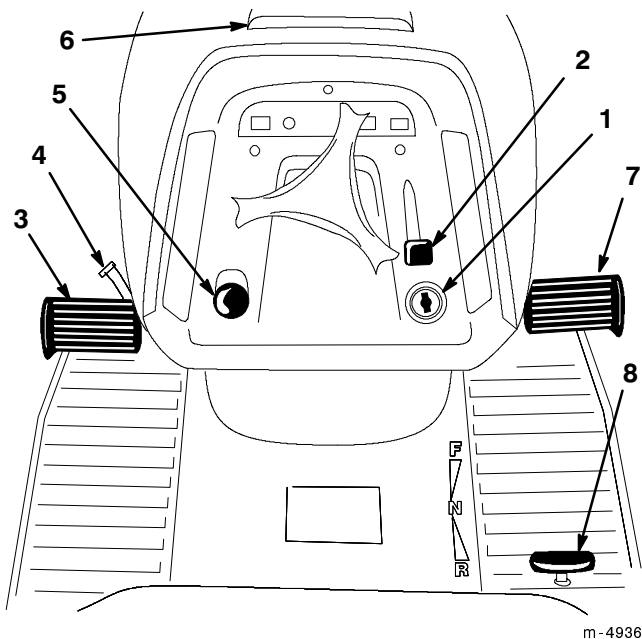

Figure 1
Avant de mettre le moteur en marche et d'utiliser la machine, familiarisez-vous avec toutes les commandes (Fig. 1).
1. Enfoncer la pédale de frein (Fig. 1) et la maintenir en position enfoncée.
2. Tourner le levier de frein de stationnement (Fig. 1) en sens inverse aux aiguilles d'une montre, et lâcher progressivement la pédale de frein. La pédale doit rester bloquée en position enfoncée.
1. Enfoncer la pédale de frein (Fig. 1). Le levier de frein de stationnement doit se déverrouiller.